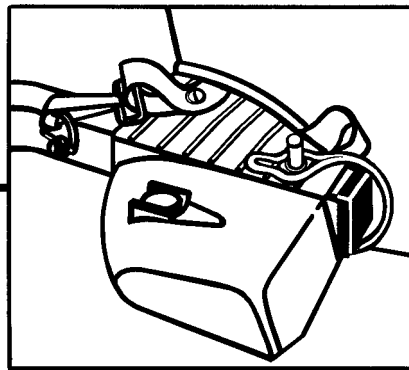

Abb. 5
4. Den Karabinerhaken des Sicherungsriemens an der Deichselaufnahme in den halbbrunförmigen Ring (D-Ring) an der Deichsel einhaken (siehe Abb. 5).